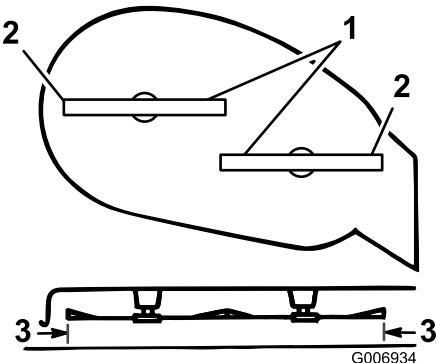

Figura 35
5. Ruotate con cautela le lame da un lato all'altro (Figura 35).
6. Misurate la distanza tra i taglienti esterni e la superficie piatta (Figura 35). Se entrambe le misurazioni non sono comprese in 5 mm, regolatale; proseguite l'operazione.